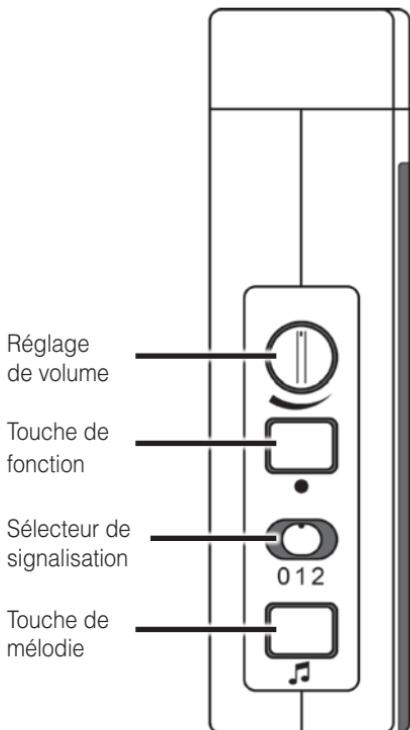

Figure 2 : Réglage et touches
À l'aide de l'interrupteur coulissant de sélection du signal (fig. 2 « **0 1 2** »), vous pouvez choisir le type de signalisation. Veuillez noter que les symboles sont toujours éclairés par des diodes électroluminescentes de couleur.
- a) Appuyez longuement sur la touche »●« (fig. 2). Les symboles s'allument les uns après les autres. Relâchez la touche dès que le symbole souhaité s'allume.
- c) Appuyez pendant 2 secondes sur la touche de sélection de la mélodie »♪« (fig. 2). Relâcher la touche et réappuyez sur la touche de sélection de la mélodie aussi souvent jusqu'à ce que vous ayez trouvé la séquence de son que vous souhaitez (15 séquences de sons au choix).
- a) Appuyez longuement sur la touche (fig. 2). Les symboles s'allument les uns après les autres. Relâchez la touche dès que le symbole souhaité s'allume.
- b) Poussez ensuite simultanément sur la touche »●« et la touche de sélection de la mélodie »♪« (fig. 2), jusqu'à ce que tous les symboles s'allument brièvement ensemble.
En poussant sur la touche «●» (fig. 2), le dernier signal émis peut à nouveau être affiché. De la même manière, un signal qui vient d'être émis peut être «effacé» en appuyant sur cette touche.